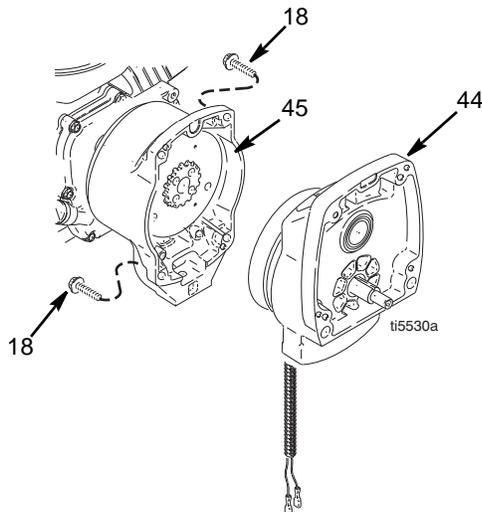
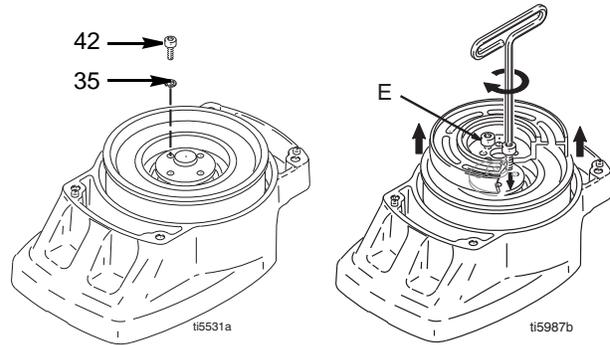

ABB. 4
ABB. 5
4. ABB. 4. Die vier Schrauben (18) und den Getriebebesatz (44) entfernen.
5. ABB. 5. Den Getriebebesatz (44) mit der Kupplungsplatte nach oben auf die Werkbank legen.
6. Die vier Schrauben (42) und Federringe (35) entfernen. Zwei Schrauben in die Gewindelöcher (E) in der Kupplungsplatte eindrehen. Schrauben so weit abwechselnd eindrehen, bis die Kupplungsplatte herauskommt.
9. ABB. 5. Den Getriebesatz mit der Kupplungsplatte nach oben auf die Werkbank legen.
10. Loctite auf die Schrauben auftragen. Vier Schrauben (42) und Federringe (35) installieren. Die Schrauben abwechselnd mit 14 Nm festziehen, bis die Kupplungsplatte sicher befestigt ist. Zur Befestigung der Kupplungsplatte Gewindelöcher verwenden.
11. ABB. 4. Den Getriebesatz (44) mit vier Schrauben (18) installieren.